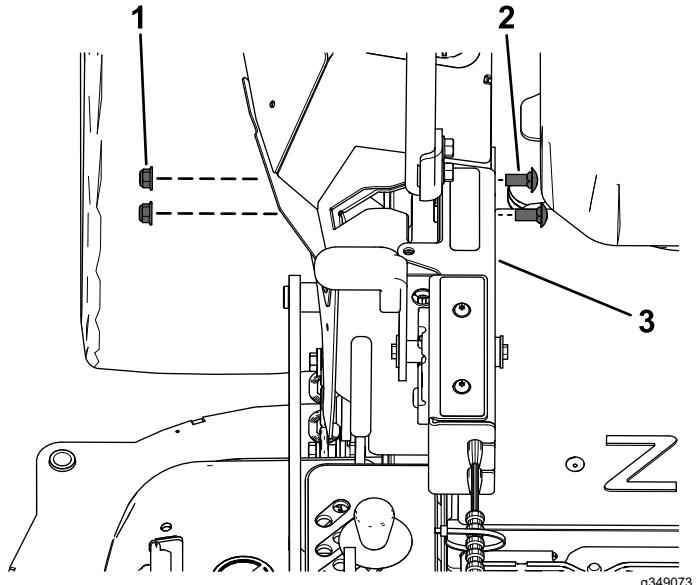

Figura 17
6. Fissate il quadro di comando sulla protezione del comando del movimento destro con 2 bulloni a testa tonda ($\frac{3}{8}$ " x $\frac{7}{8}$ ") e 2 dadi di bloccaggio ($\frac{3}{8}"), come mostrato nella Figura 17.$